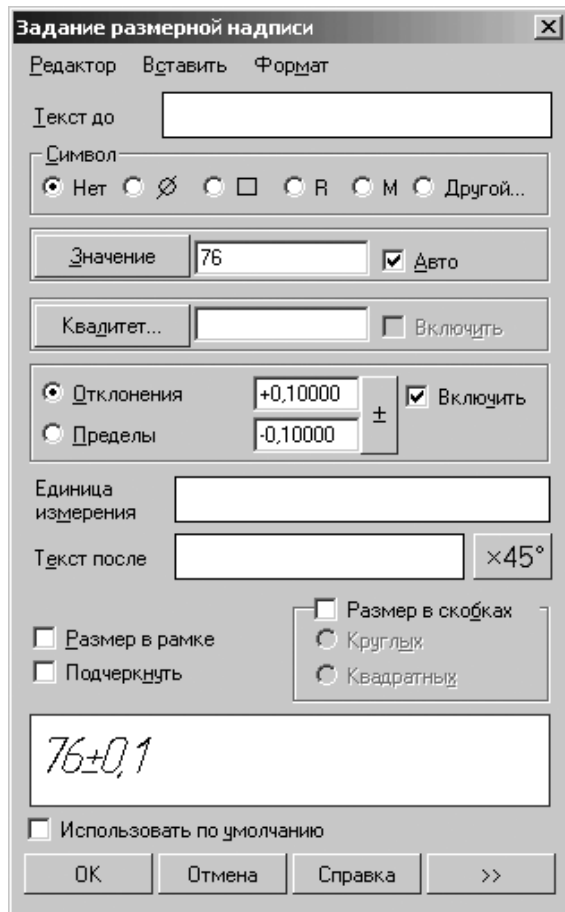

Рис. 4.78. Диалоговое окно **Задание размерной надписи** с установленными значениями отклонения
- щелкните в правой части раздела **Отклонения** по флажку **Включить**, если там нет галочки. В нижнем поле диалогового окна к значению размера добавятся указанные отклонения. После этого диалоговое окно **Задание размерной надписи** будет выглядеть так, как показан на рис. 4.78.